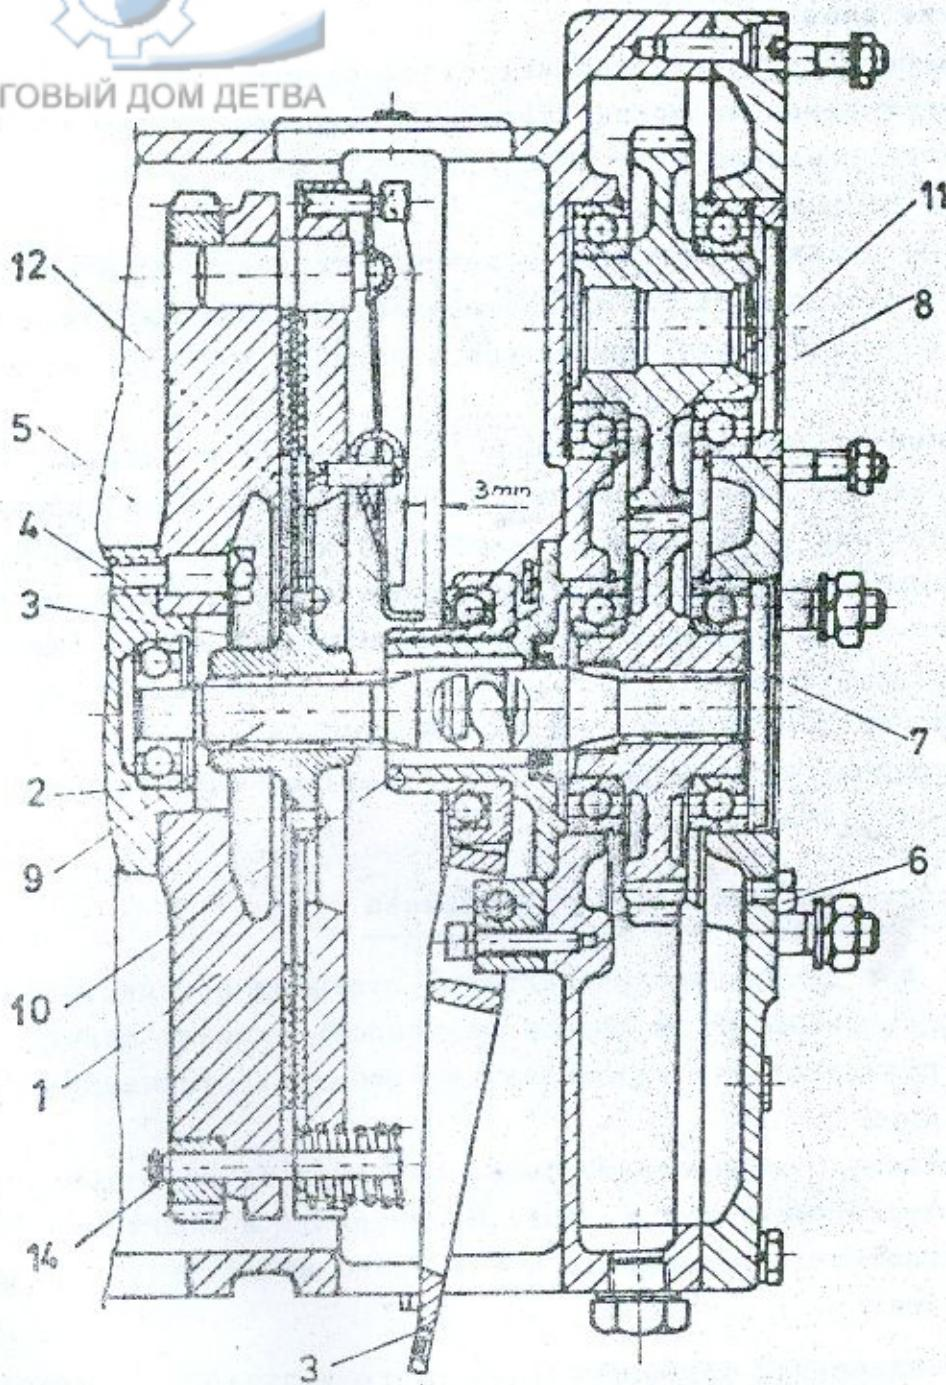

Рис.27 Привод гидронасосов с муфтой
Комплектный привод гидронасосов изображен на рис.27. При демонтаже привода гидронасосов муфта остается в сборе на двигателе Z 5201.
- центральное колесо /поз.7, рис.27/
- колесо для привода /поз.8, рис.27/
- монтаж вала /поз.9, рис.27/
- монтаж губера с направляющей муфты /поз.10, рис.27/
- монтаж выжимного подшипника /поз.11, рис.27/
- монтаж выключения муфты сцепления /поз.12,13, рис.27/
Привод гидронасосов вставить шлицевым валом в ступицу пластины муфты сцепления и шарикоподшипника во фланце коленчатого вала двигателя. Повернув корпус привода настроить правильное положение на фланцах и ввернуть крепежные винты. Требуемые размеры по рис.27 проверить через верхнее и нижнее отверстие в корпусе привода. После контроля закрыть отверстие крышками. Заправить корпус привода маслом РР 90 /ЧСН 65 6640/ до контрольного отверстия /поз.6, рис.27/.